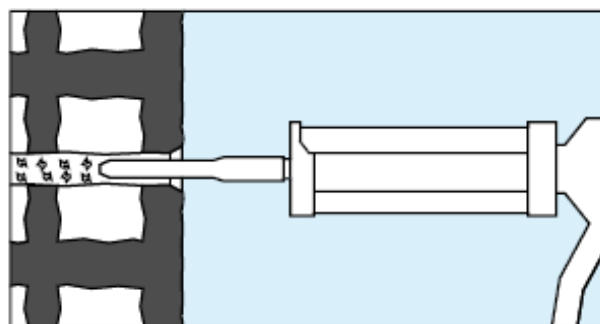

Fig.6
- inserire il beccuccio della pistola e poi, iniettare il prodotto all'interno dell'involucro ( fig. 6 )